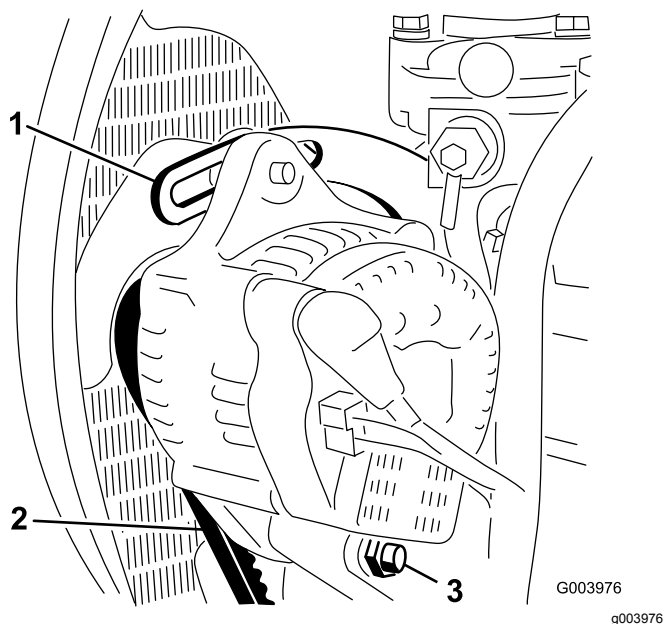

Figura 48
2. Controllate la tensione della cinghia dell'alternatore premendola (Figura 48) al centro tra l'alternatore e le pulegge dell'albero a gomito con una forza di 10 kg.
3. Allentate il bullone che fissa il supporto al motore (Figura 48), il bullone che fissa l'alternatore al supporto ed il bullone di rotazione.